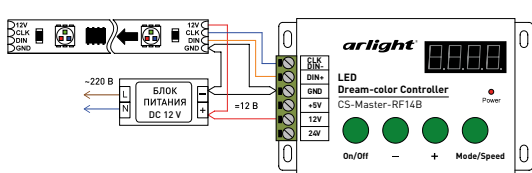

Рис. 1. Подключение контроллера при длине между контроллерами и лентой до 10 м.
- 3.3. Подключите контроллер согласно схеме на Рис. 1. Если подключаемая лента не имеет выхода тактирования «CLK», выход контроллера «CLK/DIN» не подключается. Учитывайте направление передачи сигнала, обозначенное на ленте стрелкой.